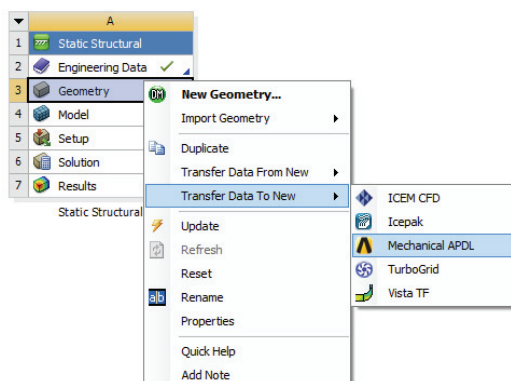
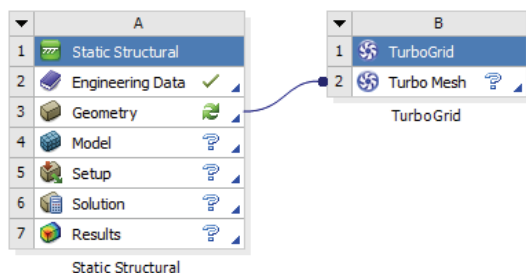

图 3-26 Transfer Data to New 菜单操作
图 3-27 Transfer Data to New 操作结果
- **Transfer Data to New:** 该选项提供了一个指向的连接（从该 **Geometry** 项到一个新的下游系统），操作菜单如图 3-26 所示，结果如图 3-27 所示。